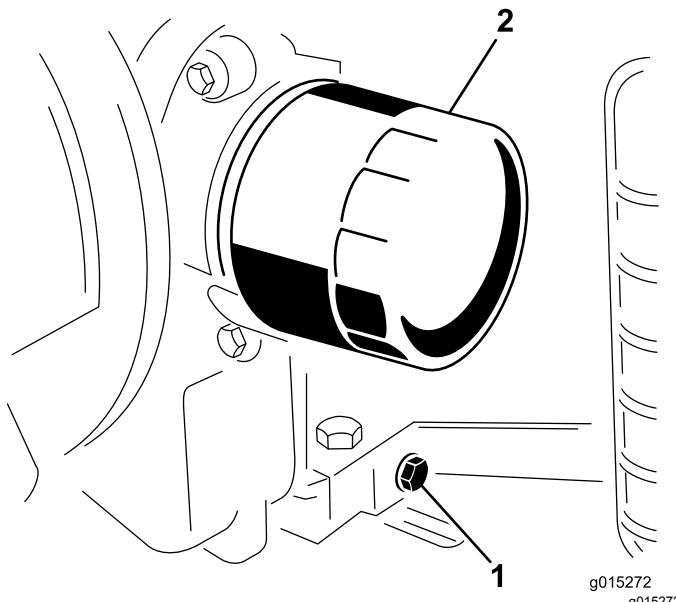

Figura 15
- Coloque um recipiente debaixo do orifício de escoamento de óleo. Retire o tampão de escoamento para que o óleo escorra (Figura 15).